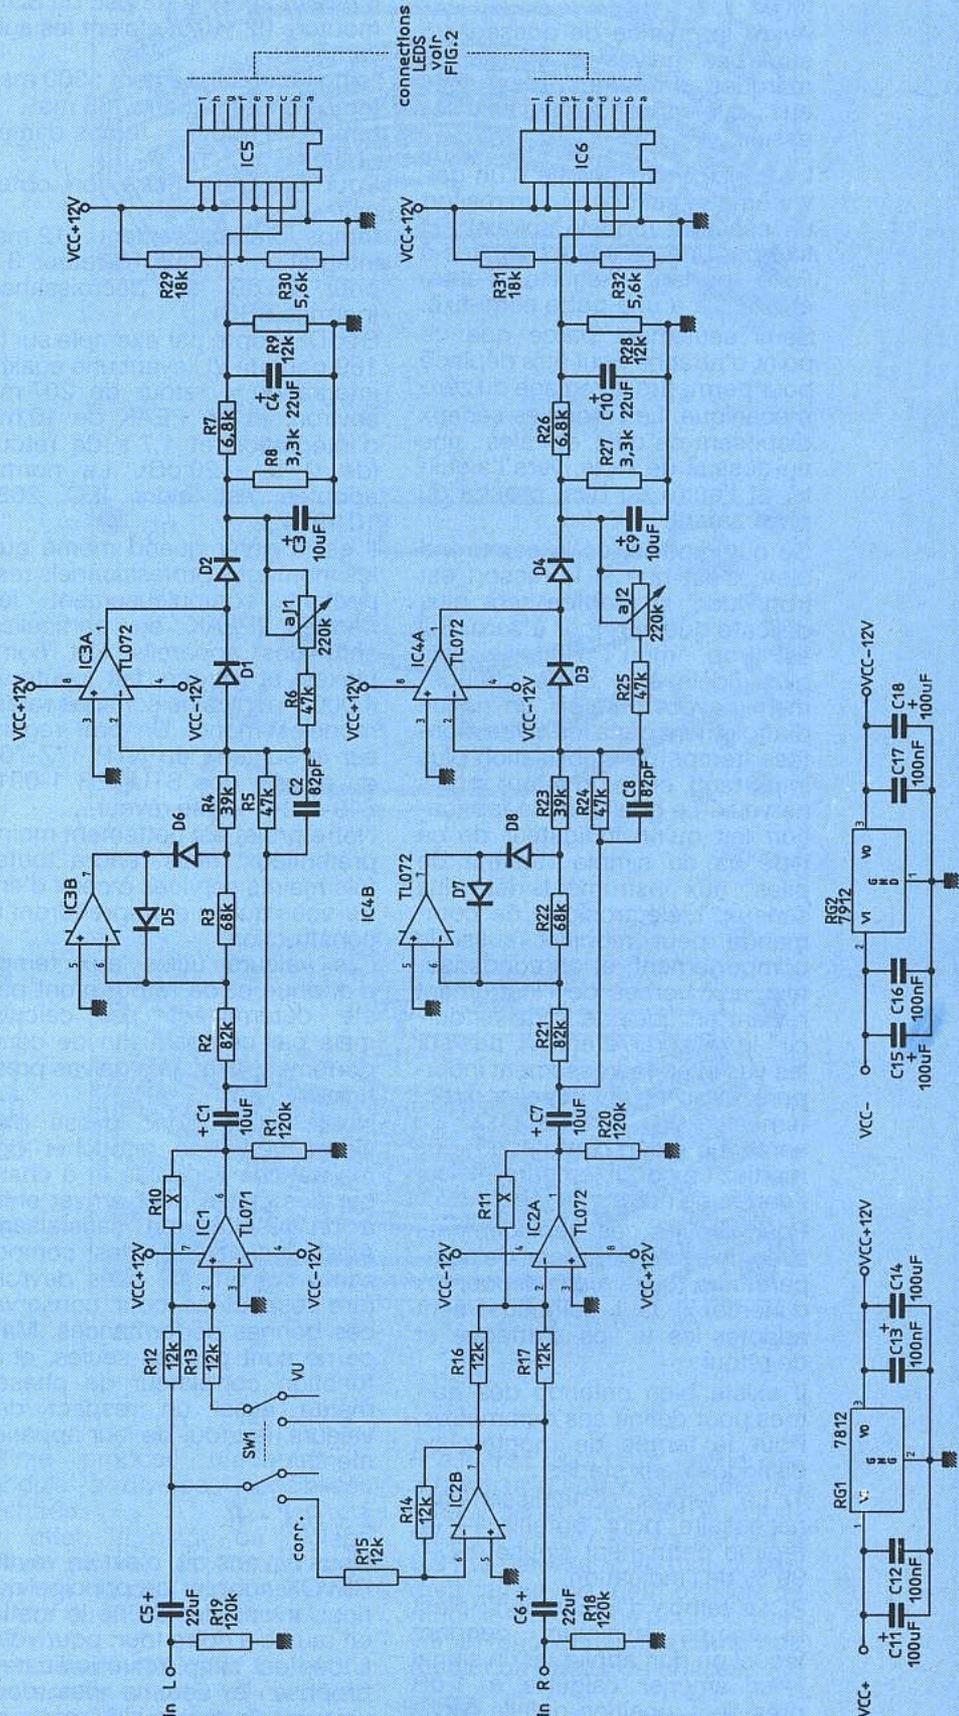

Figure 5.
Une fois l'indicateur rapide choisi, il reste encore à le commander judicieusement. Une contrainte nous a gêné au départ (vieilles habitudes) : la linéarité du réseau des comparateurs. Eh oui, le 1096 est linéaire et l'auteur s'est branché au départ sur une conversion log du signal. Erreurs (au pluriel) car les montages perdaient tout intérêt en tant que clone d'un VRAI galva à aiguille. -50 à +12 dB en 30 pas. c'est super au labo mais pour visualiser une modulation, c'est totalement ridicule sauf si on veut prendre son pied sur les plages intermédiaires des disques laser ! -40 à +3 dB avec une bande passante de 30 Hz à 73 kHz dans -1 dB (proto à base de dbx 2252 compensé — voir dB mètre RP n° 487), idem : froid, bien peu significatif, et relation écoute/visu peu probante. En fait la solution était beaucoup plus simple qu'il nous avait semblé au départ comme vous pouvez le constater **figure 5**. Le redresseur utilisé est un vieux compagnon (IC3 ou IC4) et toute l'astuce — si l'on peut dire — tient dans le choix judicieux de R7/8/9 et C3/4 pour la voie gauche (R27 à 29 et C9/10 pour la droite). Les valeurs retenues ont demandé une nuit de travail ! En effet, pour reproduire exactement le comportement des vus à aiguille de grande qualité, il a fallu faire de nombreuses comparaisons tant d'ouvertures brutales à divers niveaux donnés, que de fermetures, et bien
Le schéma proposé **figure 5** montre comment SW_1 permet de passer simplement de L, R à $L + R, L - R$. Dans la position dessinée, L et R ont deux chemins indépendants (à R s'ajoute le bruit propre à IC_{2b} , et que l'on peut négliger). Si SW_1 est basculé sur corrélateur, la voie droite (R) peut se sommer à la voie gauche grâce à R_{13} et la voie gauche inversée par IC_{2b} en fait autant à droite. C'est cette inversion qui fait la différence. Tout ceci reste correct si R_{10} à R_{17} ont la même valeur. Au pire R_{15} et R_{14} pourraient être différentes des autres mais comme il faut que $R_{15} = R_{14}$, inutile de se compliquer la vie.